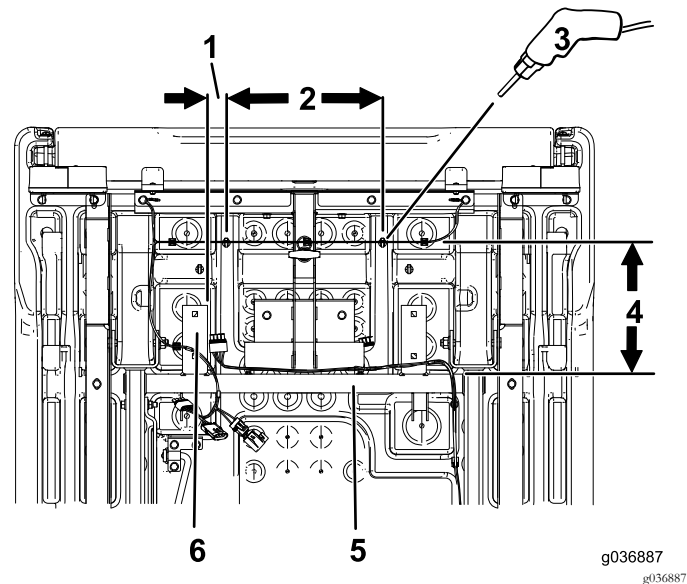

Figura 4
2. Debajo de la plataforma de carga, mida 267 mm hacia atrás desde el borde del tubo transversal del bastidor y 38 mm hacia dentro desde el borde del soporte izquierdo de la barra estabilizadora, y marque la posición (Figura 4).
3. Realice 2 taladros de 6,35 mm en la plataforma de carga de plástico (Figura 4).
1. Debajo de la plataforma de carga, mida 267 mm hacia atrás desde el borde del tubo transversal del bastidor y 38 mm hacia dentro desde el borde del soporte derecho de la barra estabilizadora, y marque la posición (Figura 4).